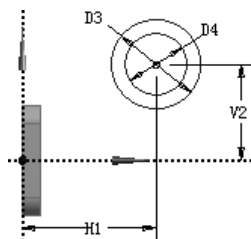

图 3.9.5 草图 2
(1) 绘制图 3.9.5 所示的草图 2。选择 **ZXPlane** 平面为草图平面，单击“New Sketch”按钮 ，绘制图 3.9.5 所示的截面草图，其中 $H1=72$ ， $V2=52$ ， $D3=48$ ， $D4=33$ 。